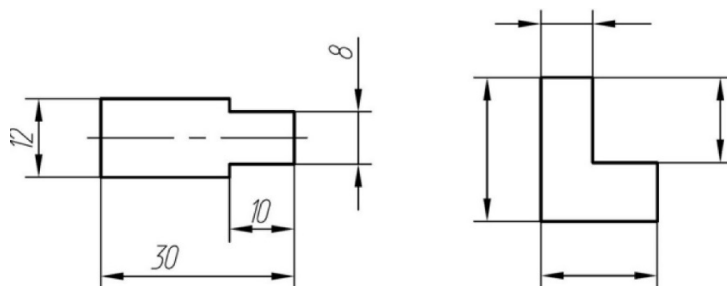

Рис. 65. Это правильно
4. Размерные и выносные линии не должны пересекаться (рис. 65, 66).